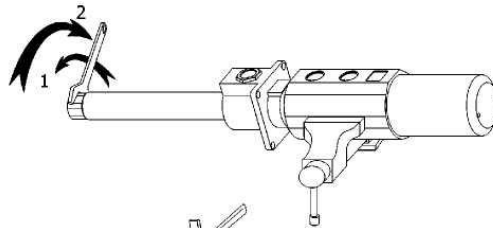

Рис. 4
1. Закрепите насос в тисках в горизонтальном положении, зажав его на уровне специальных накладок, расположенных вдоль корпуса насоса (14).
2. Нанесите несколько несильных ударов пластиковым молотком по основанию корпуса (31).
3. Для того чтобы отвинтить всасывающую трубку (32) от корпуса насоса (14), воспользуйтесь гаечным ключом на 40 мм. Гаечный ключ должен располагаться на шестигранной части корпуса всасывающего клапана (36) (рис. 4). Сначала поверните ключ по часовой стрелке, для того чтобы нарушить уплотнение, а затем поверните ключ против часовой стрелки, для того чтобы ослабить и извлечь трубку с основанием корпуса (31).